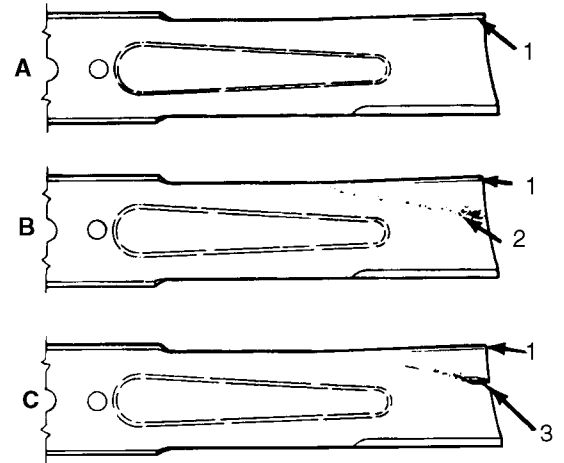

Bild 18
INSPEKTION UND SCHÄRFEN DES MESSERBALKENS (Bild 18–19)
2. Die Schnittkanten der Messer gründlich und vorsichtig untersuchen, besonders wo die Flachstellen auf gebogene Formen treffen (Bild 18-A). Da Sand und anderes Reibmaterial zum Abnutzen des Metalls führen kann, mit dem die flachen und gebogenen Bereiche des Messers verbunden werden, sind die Messerbalken vor Inbetriebnahme der Maschine zu kontrollieren. Wird Abnutzung festgestellt (Bild 18-B), sind betroffene Messer auszutauschen: siehe Entfernen des Messerbalkens.
Wenn Verschleiß eines Messerbalkens zugelassen wird, bildet sich ein Schlitz zwischen Flügel und dem flachen Bereich des Messerbalkens (Bild 18-C). Letztlich kann ein Stück vom Messerbalken abbrechen und von unter der Haube ausgeworfen werden, was möglicherweise zu Verletzungsgefahr für Bediener oder Unbeteiligte führt.